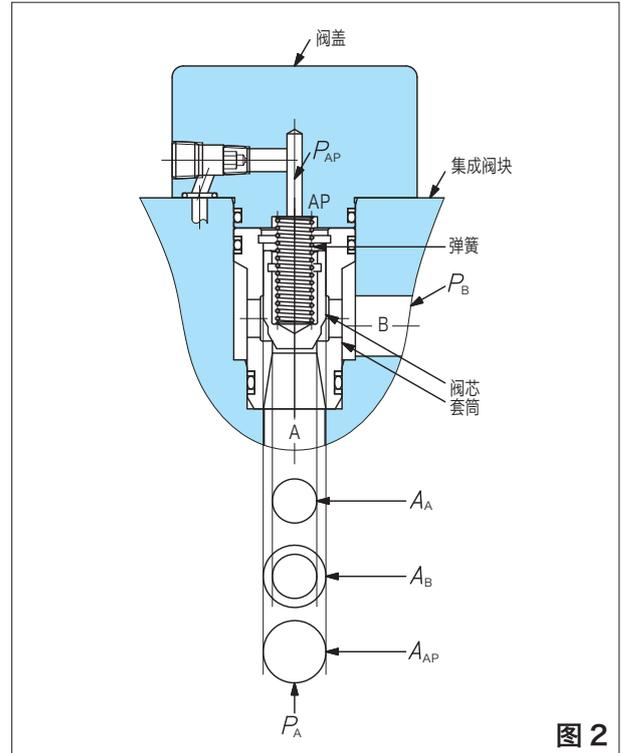

图 2
- 图 2 中端口 A 及端口 B 的压力使阀芯向开启方向动作。A 的压力 P_A 所施加的面积为阀座的圆形面积 A_A ，B 的压力 P_B 所施加的面积为阀座与阀芯之间的同心圆面积 A_B 。从控制阀盖导入的先导压力 P_{AP} 施加于阀芯上部，使阀向闭合方向动作。其压力所施加的面积为阀芯面积 ($A_{AP} = A_A + A_B$)。阀的开启与闭合，取决于上述的压力与弹簧力 F_S 、流体动力 F_f 之间的平衡关系。